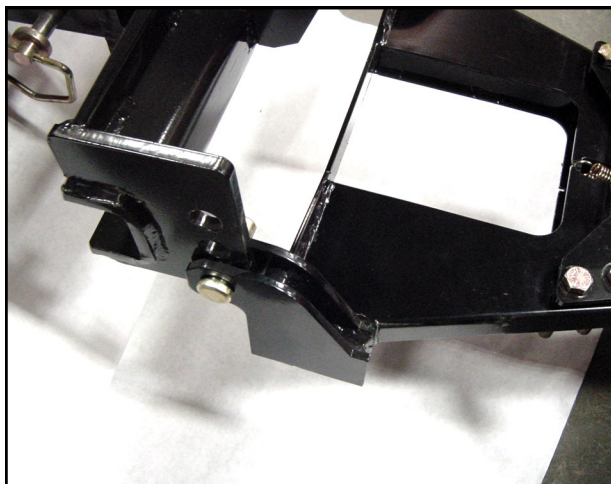

Figure 14.1—Pattes de montage du cadre en « A » et du cadre de levage
14.2 Placez les pattes extérieures arrière du cadre en « A » sur les deux côtés des pattes extérieures inférieures du cadre de levage. Insérez des goupilles de 3/4 po x 2 po de longueur dans les trous. Ne fixez pas en place avant l'alignement final avec le véhicule. Voir les figures 14.1 et 14.2.